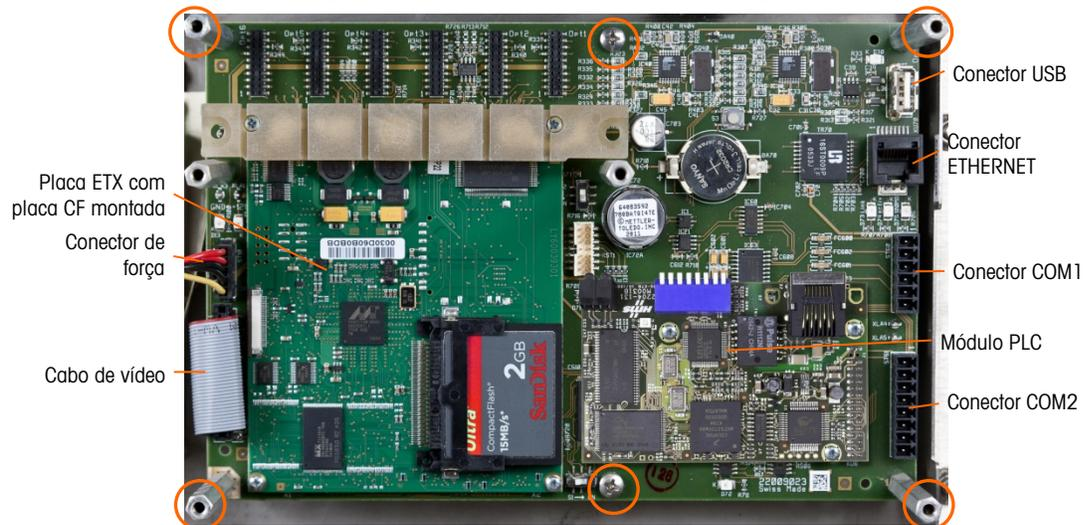
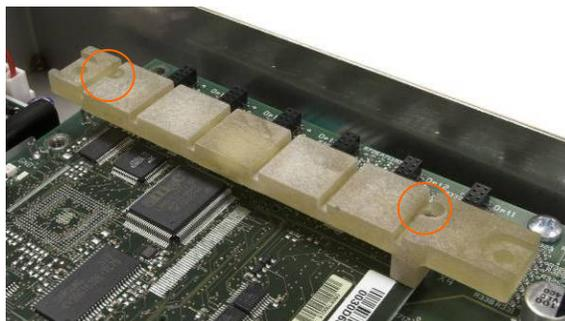
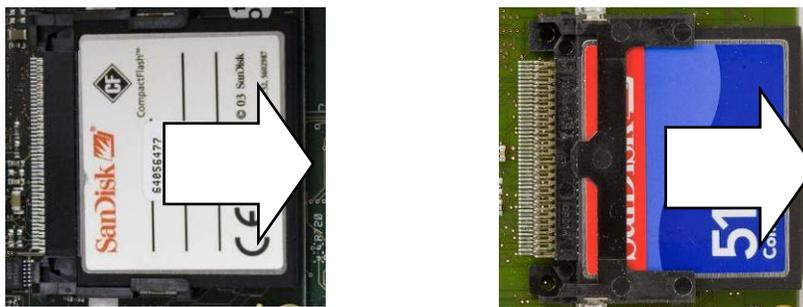

Figura 3-48: Conexões da Placa Principal e Parafusos de Montagem
Figura 3-51: Localizações de parafuso de guia de placa inferior
Figura 3-57: Remoção de placa CF – Original (esquerda) e Novo (direita) ETX
11. Remova todos os conectores periféricos de seus soquetes – COM1, COM2, Ethernet, USB, energia e vídeo. Localizações do conector são indicadas na Figura 3-48.
13. Desparafuse e remova os seis parafusos que fixam a placa principal ao gabinete. Suas localizações são circuladas na Figura 3-48. No caso de um terminal de montagem em painel, os quatro fixadores externos serão suportes sextavados, como mostrado na Figura 3-49.
1. Remova os dois parafusos que fixam a guia da placa inferior e a placa ETX para a placa principal (Figura 3-48). As localizações desses parafusos estão indicadas na Figura 3-51.
1. Observe a orientação da placa ETX indicada na Figura 3-48. Os conectores ETX são dispostos de forma que não possam ser instalados de forma invertida.
5. Instale os parafusos para fixar a placa na placa principal. Dois desses parafusos também estão fixados na guia da placa inferior. Essa barra é assimétrica e deve ser montada na orientação indicada na Figura 3-51. Observe que a ponta mais longa está orientada em direção à bateria da placa principal.
Para remover uma placa CF da placa ETX, segure as laterais da placa CF e deslize-a para fora do soquete, na direção indicada na Figura 3-57. Pode ser necessário mover a placa ligeiramente para o lado para desengatá-la. Se qualquer opção de módulo de interface CLP for instalada, ela pode precisar ser removida primeiro.
Observe que a Figura 3-57 mostra a placa CF na mesma orientação que a Figura 3-48.